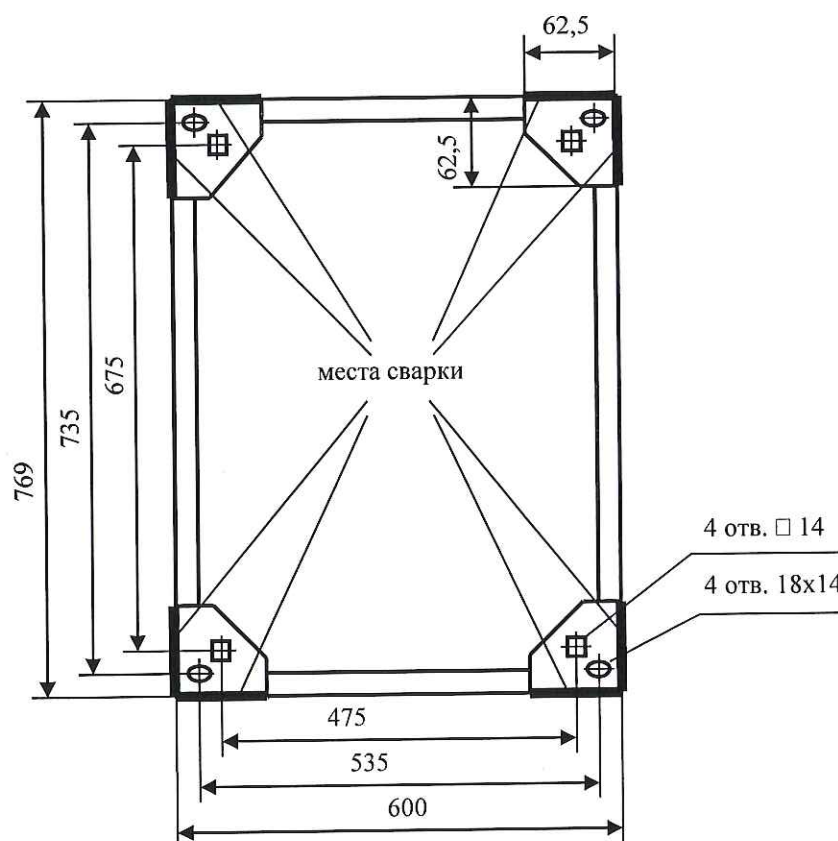

Рисунок 4 - Габаритные и установочные размеры основания приборного шкафа.
5.2.1 Установить приборный шкаф на место, предусмотренное проектом. Расположение отверстий должно совпадать с расположением крепежных отверстий в цоколе приборного шкафа (см. рисунок 4). Закрепить приборный шкаф к закладному основанию пола с помощью болтов, гаек и шайб из комплекта монтажных частей согласно ведомости еФ3.049.020-02 ВЧ следующим образом: